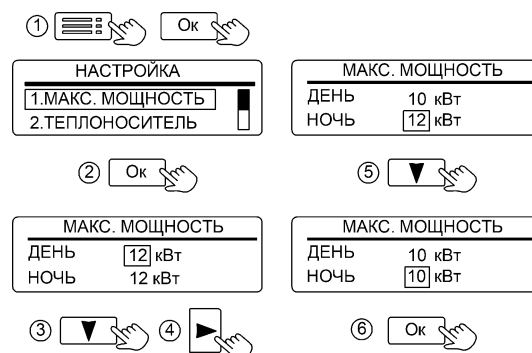

Рисунок 16. Настройка мощности котла
**11.1.1 «1.МАКС. МОЩНОСТЬ»** - значение максимальной мощности котла при его работе. При необходимости возможно ограничение мощности (см. рис. 16).